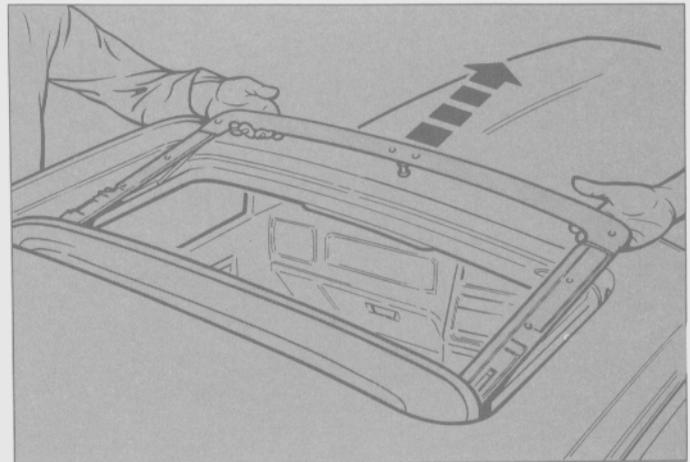

Fig. 329
- Levantar la parte delantera del conjunto y sacarlo con cuidado por la parte delantera de la abertura (Fig. 329).